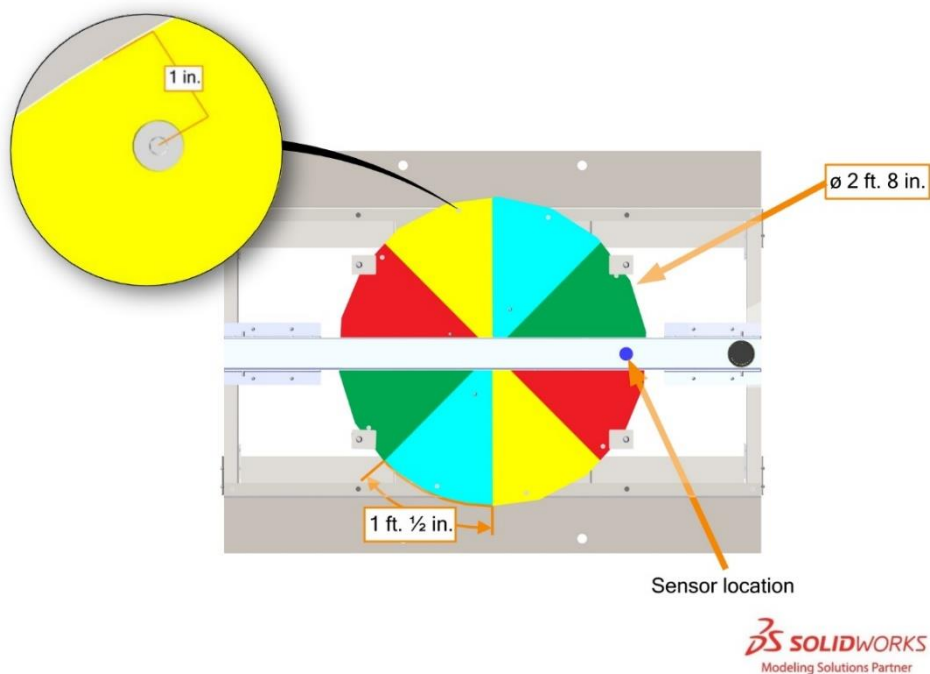

Figure 3-22 TRENCH and CONTROL PANEL dimensions
- 位置控制（POSITION CONTROL）：旋转控制圆盘，让圆盘上的指定颜色处于相应传感器下方（图 3-22 中蓝点处）至少 5 秒。当任一联盟充能达到第三阶段后，场地控制系统（简称 FMS）会同步传送给所有操作设备指定颜色（颜色由 FMS 从壕沟里的颜色传感器所检测到的当前颜色以外的其他三色中随机选出）。向双方联盟发送的指定颜色不一定是相同的。见表 Table 3-4 获得更多位置控制时期壕沟状态灯的细节。